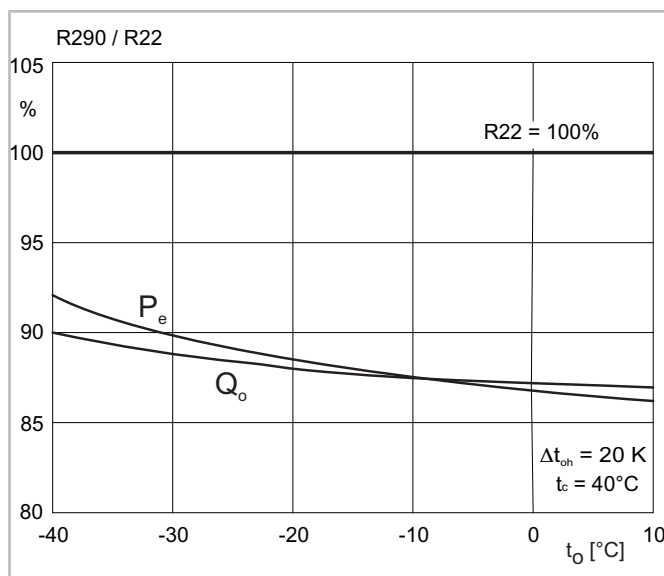
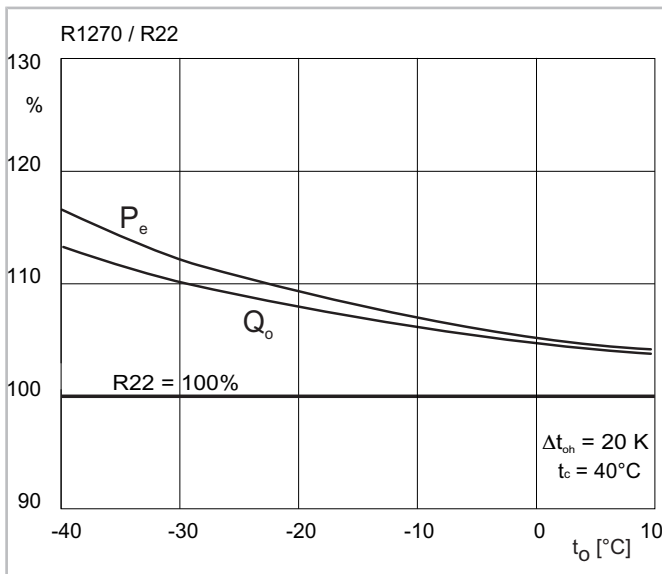

Fig. 7: Comparaison des performances R290/R22 pour compresseurs à piston hermétiques accessibles refroidis par gaz d'aspiration
Fig. 8: Comparaison des performances R1270/R22 pour compresseurs à piston hermétiques accessibles refroidis par gaz d'aspiration
- En ce qui concerne les coefficients de performance (COP), les R290 et R1270 ne diffèrent que peu du R22 (voir figure 7, page 41 et voir figure 8, page 42) et sont donc plus appropriés que les R404A/R507A pour la réfrigération à moyenne température et la climatisation,.